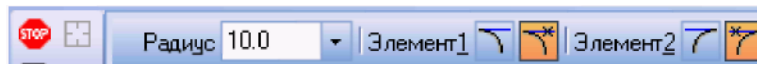

Рис. 2.3. - Переключатели **Панели свойств**
- 2) в **Панели свойств** в соответствующем поле задать радиус сопряжения, задать соответствующие переключатели **Усекать** или **Не усекать** элементы 1 или 2 (рис. 2.3);